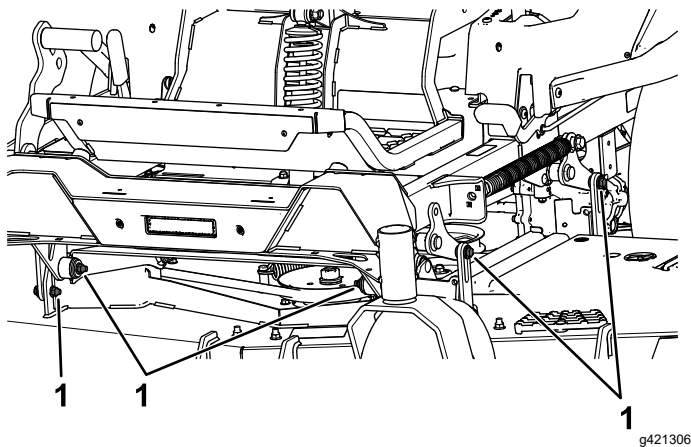

Figura 111
7. Retire y guarde los pernos y las tuercas de ambos lados de la máquina (Figura 111).